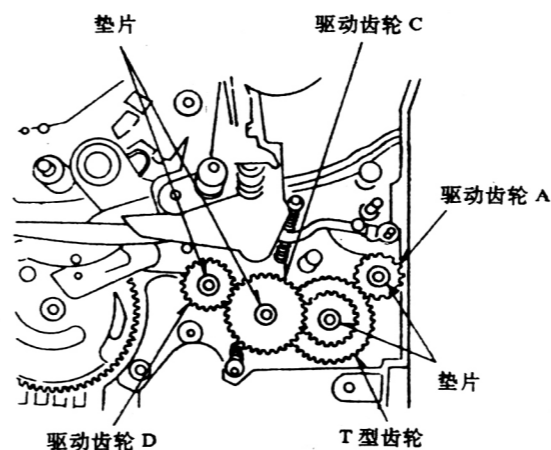

图 1-3-44
2. 安装好 T-LUTCH 齿轮, 然后装上垫片, 最后再安装好驱动齿轮 D、C 和 A 并装上相应的垫片, 如图 1-3-44 所示。